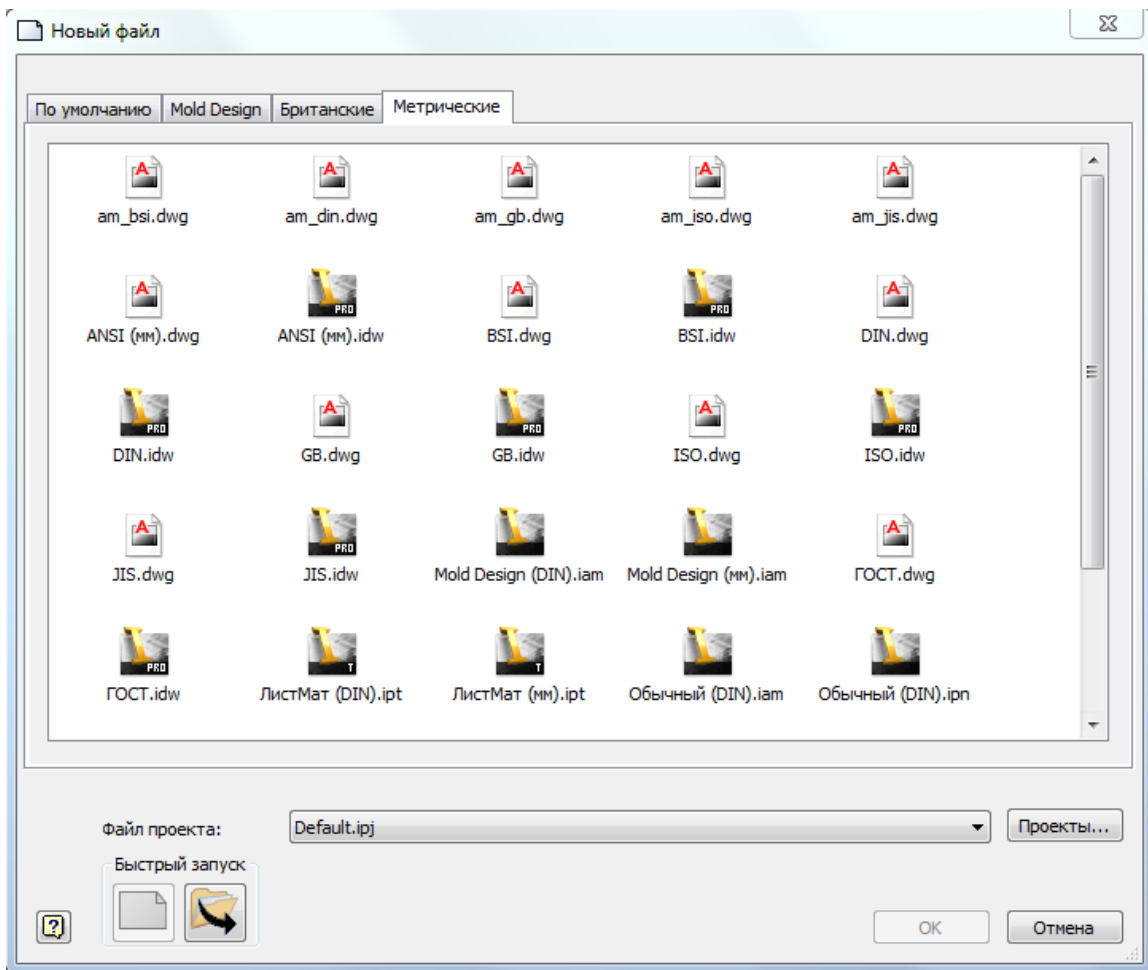
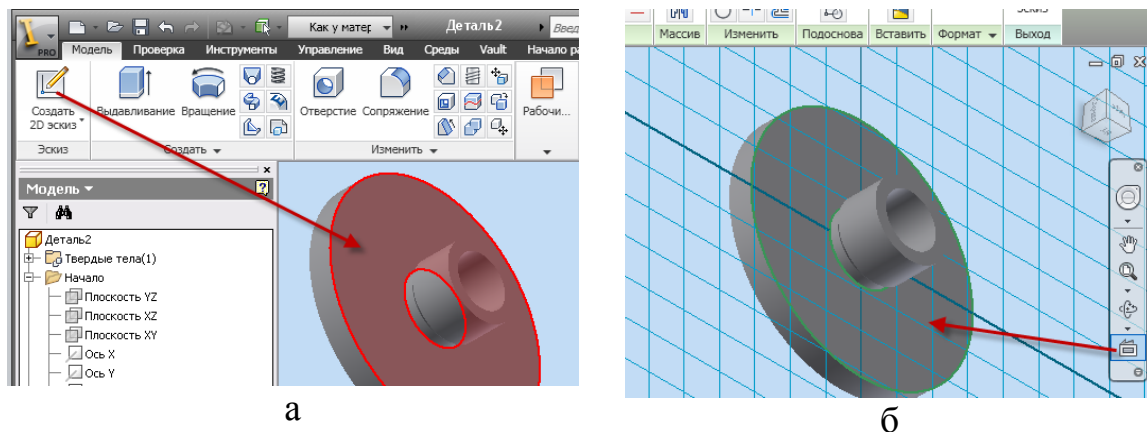

Рис. 3.1. Окно программы начало работы при выборе действия «Создать»
Рис. 3.11. Определение новой эскизной плоскости
При запуске программы Autodesk Inventor  на экране появляется диалоговое окно – окно открытия или окно выбора типа создаваемого файла, в зависимости от того, какая кнопка нажата в области «Быстрый запуск». Если в области «Быстрый запуск» утоплена кнопка «Создать», то диалоговое окно будет выглядеть как на рис.3.1.
В Autodesk Inventor новые файлы создаются на основе шаблона. Шаблоны отражены в центральной части экрана (рис. 3.1). Выбор того или иного шаблона определяется требуемым результатом моделирования – деталь, сборочная единица, их чертежи, схемы и др. – и соответствующим им типом файла. Назначение большинства
- Выберите на главной панели инструментов команду  **Создать 2D эскиз** и наведите курсор мыши на плоскость большого диаметра фланца. Как только новая плоскость будет подсвечена красным светом, нажмите на левую кнопку мыши (*рис.3.1, а*). На экране появится сетка (*рис. 3.11,б*).
- Выберите команду  **Вид на объект** (*рис. 3.11, б*) и нажмите на плоскость, плоскость эскиза совместится с плоскостью построений.